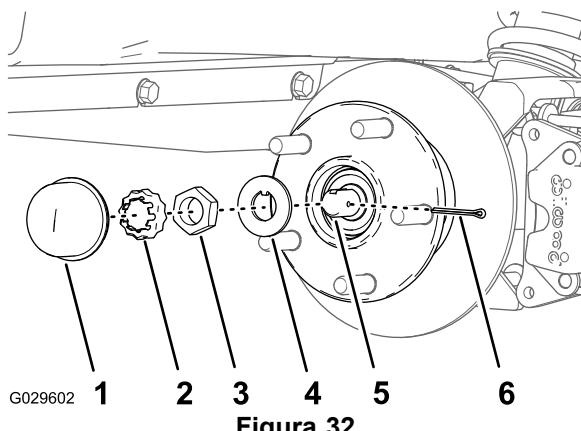
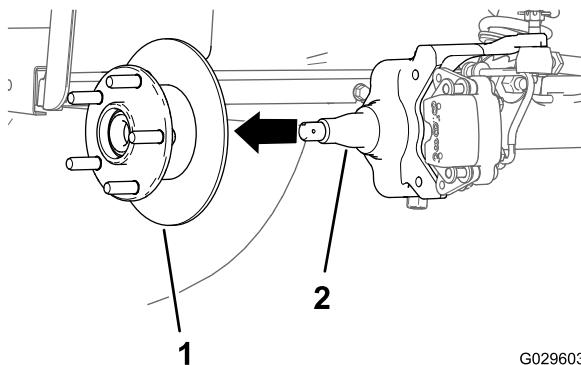

Figura 32
Figura 33
- Retire el tapón guardapolvo del cubo (Figura 32).
5. Retire la chaveta y el retén del eje/tuerca del eje (Figura 32).
6. Retire la tuerca del eje, y separe el conjunto de cubo y rotor del eje (Figura 32 y Figura 33).